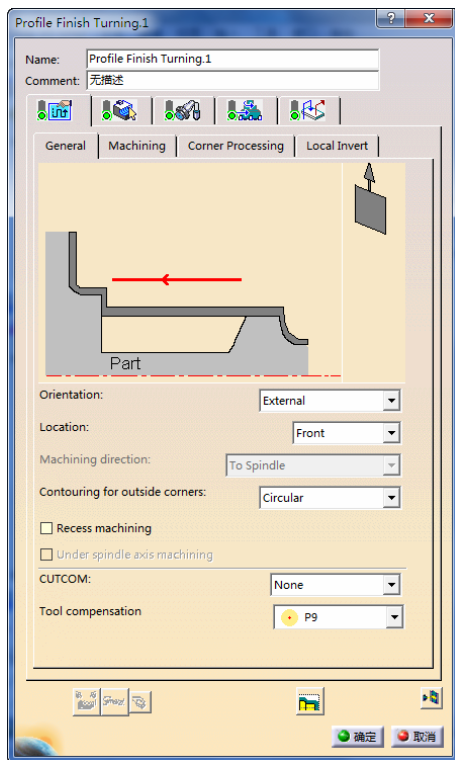

图 7-33 “General”选项卡(1)
- 单击“General”选项卡(1), 在“Orientation”下拉列表中选择“External”, 在“Location”下拉列表中选择“Front”, 取消“Recess machining”复选框, 如图 7-33 所示。